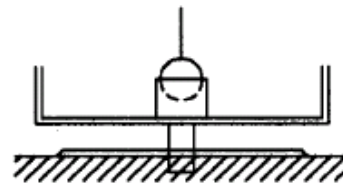

Fig. 8 Ajuste horizontal
- Se inserta el cilindro de ajuste en el dispositivo de medición y luego se inserta la masa en éste (ver Fig. 8).